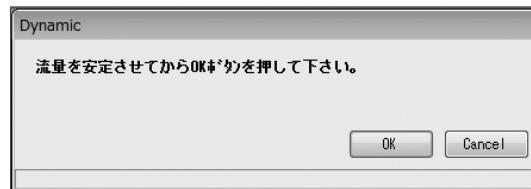

図116
- ① メニューの「Diagnosis/Service(T)」>「Test/Status」>「Installation」>「Dynamic」をクリックします。
- ② 次のウィンドウ(図116)が表示されます。ここでは動的機器設置状態チェックを行います。流量を安定させてから、「OK」をクリックしてください。